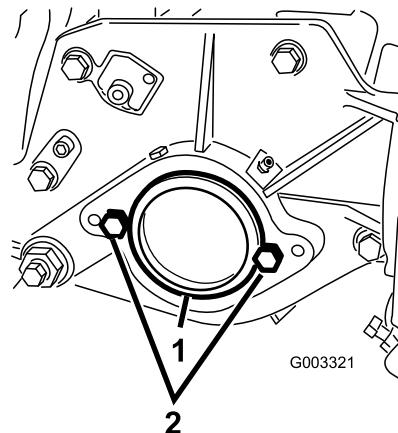

Bild 11
2. Nehmen Sie rechts an der Schneideinheit den Plastikstöpsel vom Lagergehäuse ab (Bild 11).
3. Nehmen Sie die zwei Kopfschrauben von der rechten Seitenplatte ab (Bild 11).
2. Kopfschraube (2)
5. Schrauben Sie die zwei Befestigungsschrauben für den Spindelmotor lose an der linken Seitenplatte der Schneideinheit fest (Bild 11).